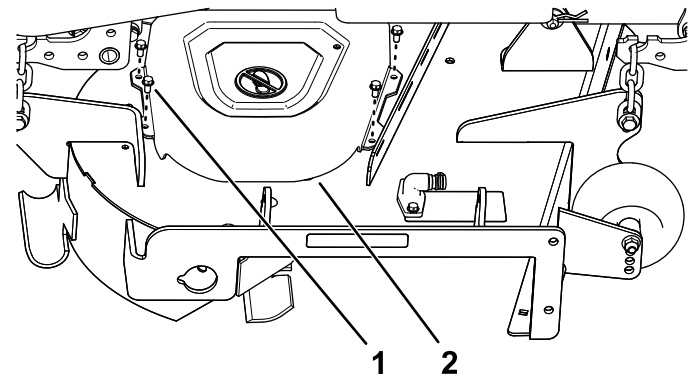

Figure 7
3. Retirez les 4 vis (1/4" x 1/2") qui fixent le protège-courroie droit et déposez celui-ci (Figure 7).